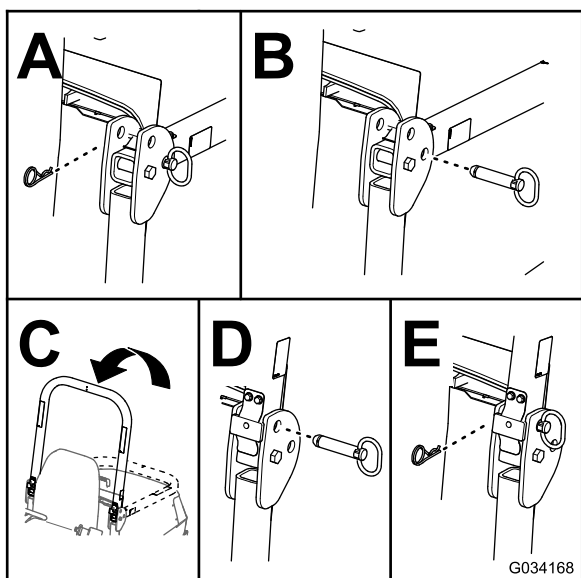

Figura 34
2. Îndepărtați cuiele spintecate i tifturile de la bara antiruluiiu (Figura 34).
3. Ridicai bara antiruluiiu i fixai-o cu tifturile i cuiele spintecate (Figura 34).